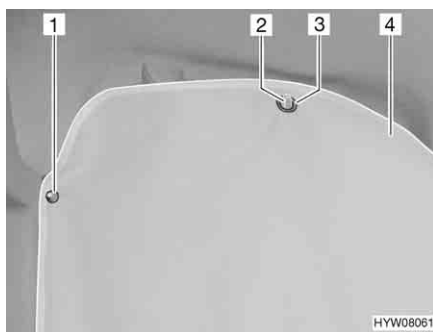

Fig. 14 Oscurante cabina di guida
- Fissare l'oscurante (Fig. 14,4) con i bottoni automatici (Fig. 14,1).
- Agganciare gli occhielli (Fig. 14,3) a sinistra e a destra nei ganci per gli abiti (Fig. 14,2) delle impugnature.
- Sganciare gli occhielli (Fig. 14,3) a sinistra e a destra dai ganci per gli abiti (Fig. 14,2) delle impugnature.
- Sganciare e riporre l'oscurante (Fig. 14,4).